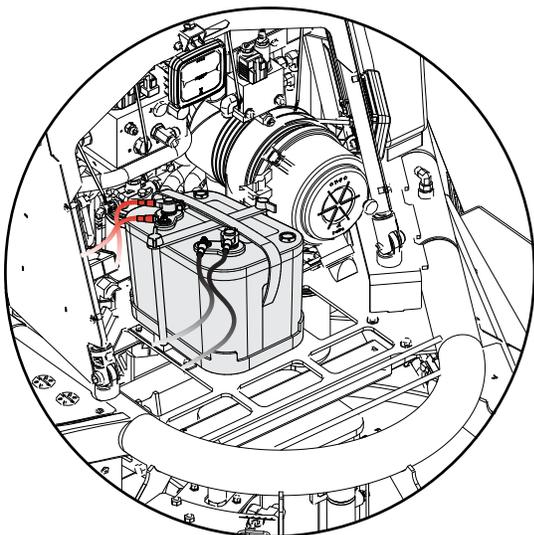

Figure 16. Boîtier de batterie
3. Pour installer la batterie sur la truelle, assurez-vous qu'elle est bien placée dans le boîtier de la batterie (Figure 16).